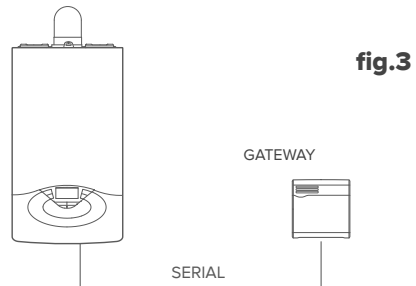

fig.3
Ativação apenas do Telediagnóstico (TD) num sistema de aquecimento base com caldeira Ariston/Chaffoteaux sem protocolo BUS BridgeNet. (fig. 3)